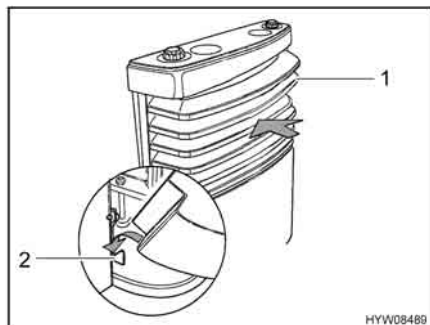

Fig. 115 Copertura del riscaldamento, supporti inferiori
- Montare la copertura del riscaldamento. A tale scopo, collocare la copertura (Fig. 115,1) sui supporti inferiori (Fig. 115,2).